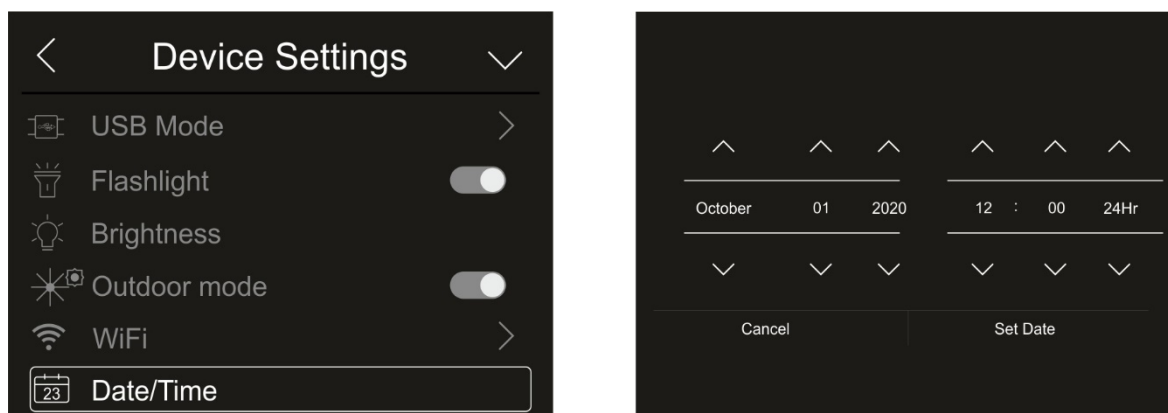

Fig. 19: Configuração de Data/Hora do sistema
1. Clicar em “Date/Time” para definir a data/hora do sistema. O ecrã da Fig. 19 - lado direito é exibido: